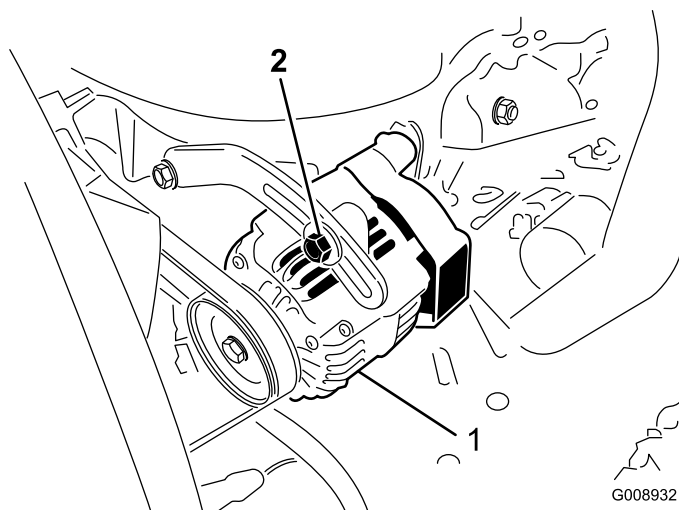

Bild 64
Prüfen Sie den Zustand und die Spannung der Treibriemen (Bild 64) alle 100 Betriebsstunden.
2. Lockern Sie bei einer Durchbiegung von mehr oder weniger als 10 mm die Befestigungsschrauben der Lichtmaschine (Bild 64). Erhöhen oder reduzieren Sie die Spannung des Lichtmaschinen-Treibriemens und ziehen Sie die Schrauben wieder fest. Prüfen Sie die Riemen Spannung noch einmal auf korrekte Einstellung.